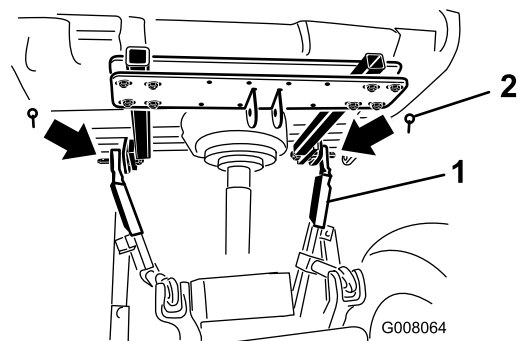

図 7
5. リンク・ピンに左右の下リンク・アームを挿入してリンチ・ピンで固定する (図 7)。